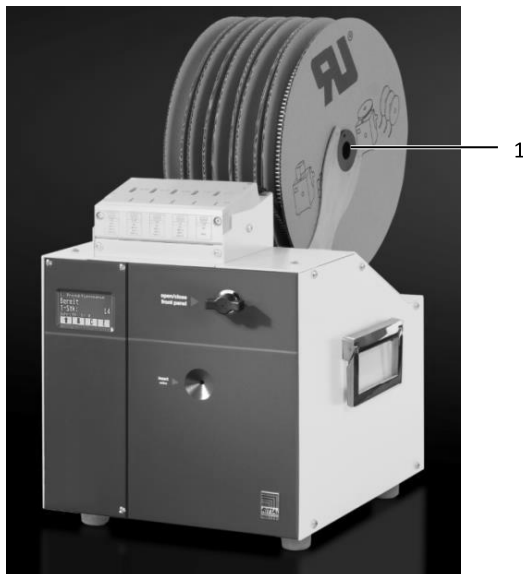

Fig. 6: Posizione della bobina dei puntalini
- Disporre la bobina (fig. 6, pos. 1) in modo da assicurarne lo srotolamento dal basso verso l'alto.